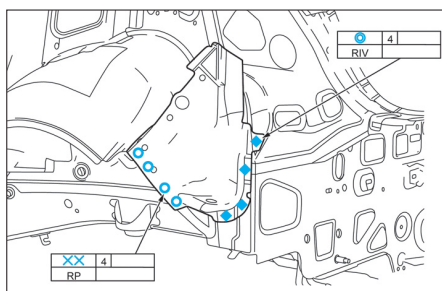

FIG. 91
• Souder et riveter l'extension de passage de roue externe (Fig.91).